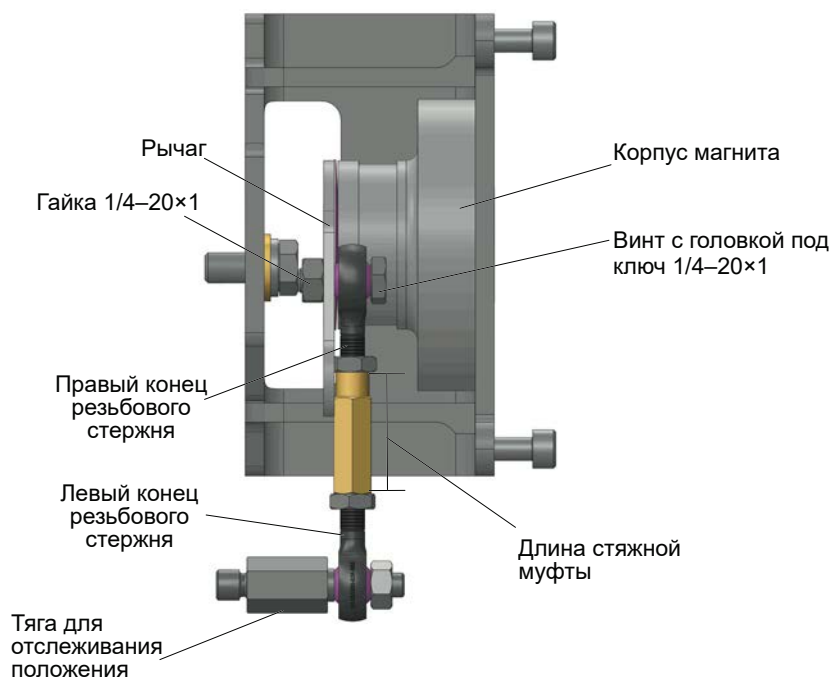

Рисунок 13 - Тяга для возвратно-поступательного механизма
6. Нанесите герметик Loctite® и наверните тягу для отслеживания положения на соединитель штока привода (Рисунок 13).
9. Закрепите корпус магнита в сборе, включая рычаг и правый конец тяги, на кронштейне с помощью четырех винтов M5×10 мм с плоской головкой, используя шестигранный ключ на 5 мм (Рисунок 13).
11. Наверните стяжную муфту на конец штока с левой резьбой. См. Рисунок 13.